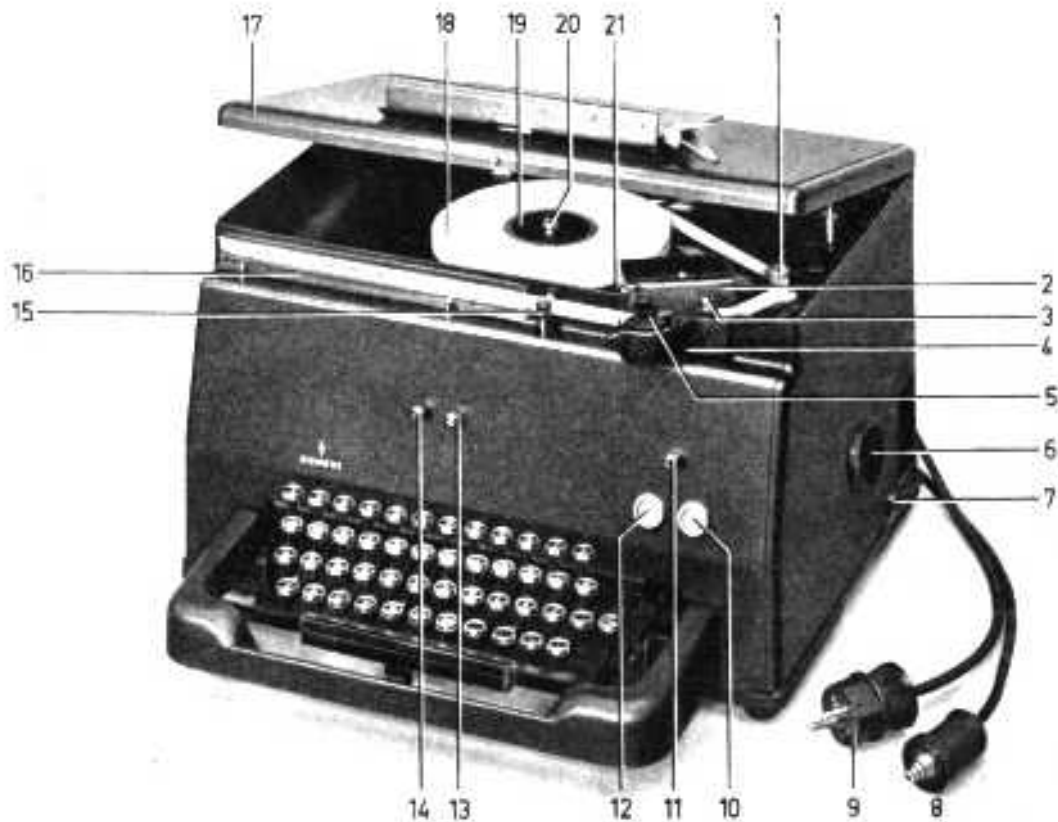

Bild 1
Die Anschlußschnur mit dem 4poligen Telegrafenstecker 8 (Bild 1) ist in die für den Schreiber bestimmte Telegrafensteckdose zu stecken. Die Telegrafierleitung ist an die Klemmen a und b der Dose anzuschließen.
a) Färberrolle (5 Bild 1)
Zum Auswechseln ist die Färberrolle aus dem Farbröllenträger 5 (Bild 1) nach oben herauszuziehen. Die Filzrolle kann anschließend vom Farbröllengriff abgezogen werden.